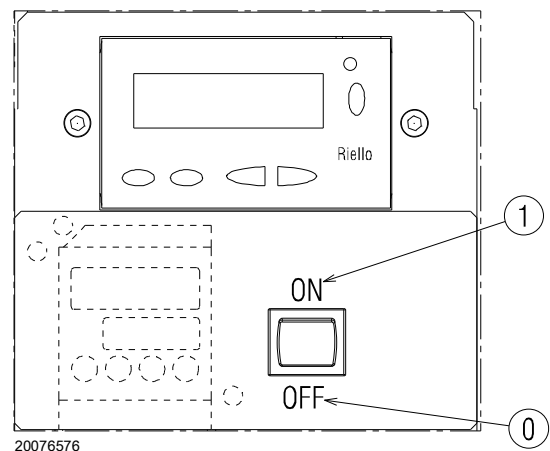

图 26
闭合温控器 / 压力开关，旋转图 26 的开关至位置“1/ON”。
- 将图 26 中的开关 1) 置于位置“0/OFF”处，并等待控制器启动停机程序；
燃烧器处于热需求等待模式，或选择器“0-1”（图 26 页 31）在位置“0”。